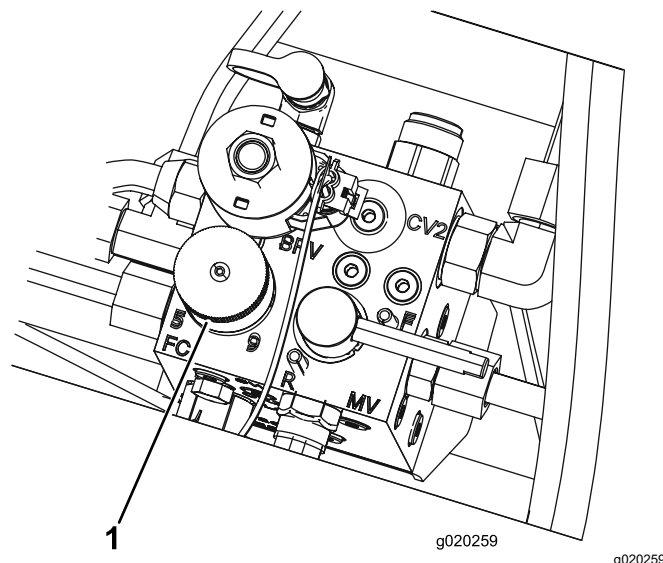

Figura 43
5. Gire el pomo (Figura 43) del distribuidor del cortacésped hasta que la flecha esté alineada con el número de velocidad de los molinetes determinado en el paso 3.